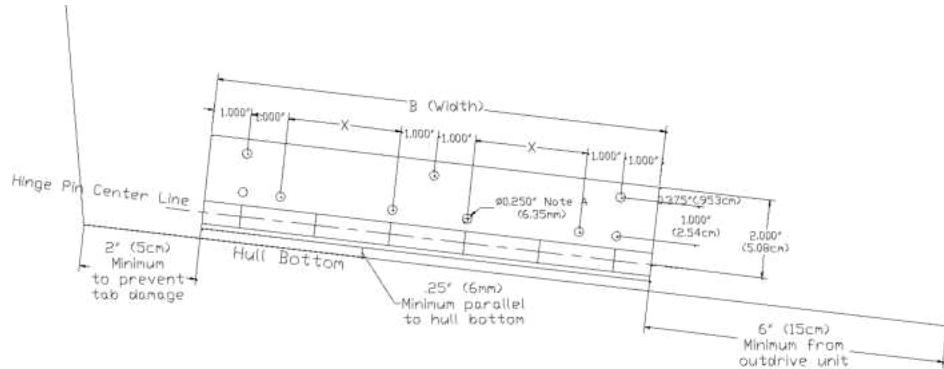

Рис. 1
Ознакомьтесь со схемами установки плит и актуатора на рис. 1 и 2, чтобы убедиться в отсутствии проблем с зацеплением плит или актуатора на транце лодки перед началом фактического монтажа. Перед монтажом прижмите актуатор и плиту к транцу, чтобы устранить любые проблемы с натягом до начала монтажа.
- Совместите монтажную пластину плиты с транцем, как показано на рис. 1. Плита, установленная ближе к бортику лодки, более эффективна при корректировке крена; однако поддержание расстояния в 2 дюйма (5 см) или большего от борта снижает риск повреждения плиты доками или другими препятствиями. Держите обращенный внутрь край плиты на расстоянии примерно 6 дюймов (15 см) или более от блока внешнего привода двигателя, чтобы обеспечить зазор для мотора при полном повороте.